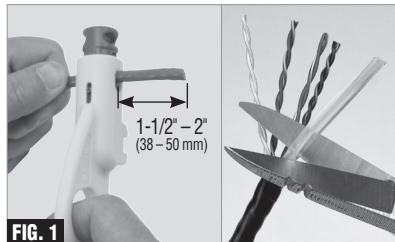

FIG. 1
1. Strip 1-1/2" to 2" (38 to 50 mm) of cable jacket; trim shielding, pullstring, and plastic cross-member as necessary (Fig. 1).
1. Pele 1-1/2" a 2" (38 mm a 50 mm) de funda del cable; recorte el blindaje, el cordón de jalado y la cruceta plástica según sea necesario (Fig. 1).
1. Dénudez de 38 mm à 50 mm (1 1/2 po à 2 po) de la gaine du câble, coupez le blindage, le câble de tirage et la traverse de plastique au besoin (Fig. 1).